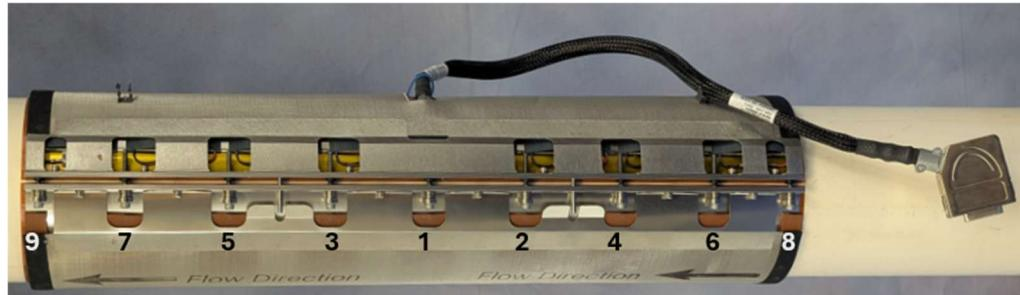
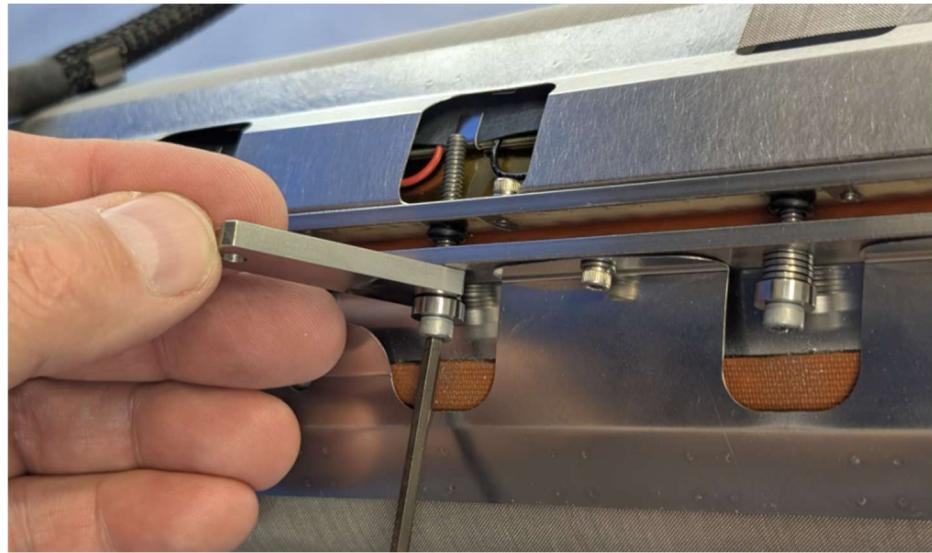

Figura 2-5: Secuencia de apriete de tornillos de la BANDA de sensores
Figura 2-8: Galga de calibración para la BANDA montada en el tornillo
Para apretar los tornillos de la BANDA se utiliza una llave hexagonal (llave Allen) de 7/64" (para tornillos de tamaño n.º 6) o de 5/32" (para tornillos de tamaño n.º 10). Consulte la *Tabla 2-2* para información sobre dimensiones. Comience por el tornillo más central y apriete los tornillos de 3 a 4 rotaciones cada vez. **Importante:** Alterne la secuencia en la que se aprietan los tornillos. Consulte la *Figura 2-5* para ver la secuencia de apriete de los tornillos. **Nota:** Repita la secuencia de apriete solo hasta que las arandelas de presión Belleville de los tornillos comiencen a comprimirse. El set de tornillos de la BANDA se muestra en la *Figura 2-6*.
Inserte la galga de calibración (*feeler*) de la BANDA sobre las arandelas Belleville en el set del tornillo del sensor central y apriete el tornillo hasta que quede bien ajustado y que aún se pueda retirar el *feeler*. En la Figura 2-8 se observa cómo se utiliza la galga de calibración de la BANDA. Alterne de tornillo a tornillo según la secuencia de apriete de tornillos que se muestra en la Figura 2-5.
1. Apriete los tornillos n.º 1 a 7 media rotación más en el orden numérico que se indica en la *Figura 2-5*. No apriete los tornillos n.º 8 y 9 (tornillos situados en ambos extremos de la BANDA).
1. Comience con el tornillo n.º 1 en la *Figura 2-5*, apriete cada tornillo media rotación más en el orden numérico indicado.